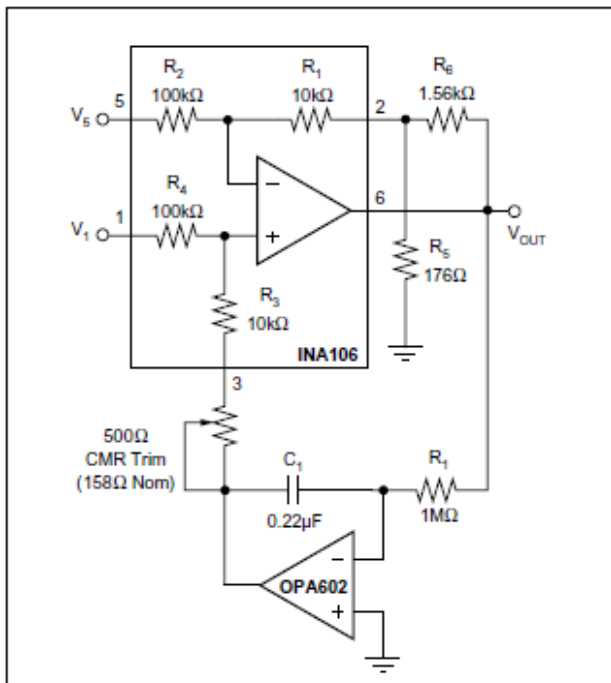

図 3 INA106を使用したAC結合 ±100Vディファレンス・アンプ
直流再生によるINA106の最も簡単な回路を図3に示します。INA106が、通常のゲイン10構成から反転された状態になっています。抵抗 $100\text{ k}\Omega$ と $10\text{ k}\Omega$ で入力に11/1分圧器を形成し、ピン1とピン5での $\pm 100\text{ V}$ が分圧されて、オペアンプの入力で $\pm 10\text{ V}$ より低くなるようにします。 $R_5$ 、 $R_6$ ネットワークでは、全体的なユニティ・ゲイン伝達関数用に適切な帰還ゲインを提供します。 $R_5$ 、 $R_6$ ネットワークによりINA106での精密な抵抗マッチングが阻害されるため、この回路ではCRMとゲイン両方のためにトリミングが必要になります。さらに、 $R_5$ 、 $R_6$ 、およびピン3に接続したトリム・ポット $500\ \Omega$ を使用して、ゲインとCMRの相互作用的な調整が可能です。追加されるトリム抵抗は小さいため、優秀な「CMRの安定性 vs INA106の時間と温度」を損なうことはありません。
注: (1)反転接続。図3、4、5を参照。(2)ゲインは1~1000+の範囲で調整可能。ノイズと帯域幅はゲインの設定に依存。INA103のノイズは最も低くゲイン = 1000で  $1nV/\sqrt{Hz}$ 、となります。INA103はゲイン = 1で6MHzという最も高い帯域幅を持ちます。INA102は低消費電力(最大750 $\mu$ A)です。INA110はFET入力です( $I_B$  = 最大50pA)。INA101はドリフトが最も低くなっています(最大.25 $\mu$ V/C)。INA120はINA101の低消費電流品であり、ゲインが1、10、100、1000の場合の内部抵抗を備えています。(3)この通り、標準的な計装アンプの同相入力電圧範囲は $V_{OUT}$ が $\pm 10V$ の場合に $\pm 7V$ 程度しかありません。詳細については、次の文献を参照してください。“Extended Common-Mode Instrument Amps”, Electronic Design, December 22, 1988, pp 67, 68.